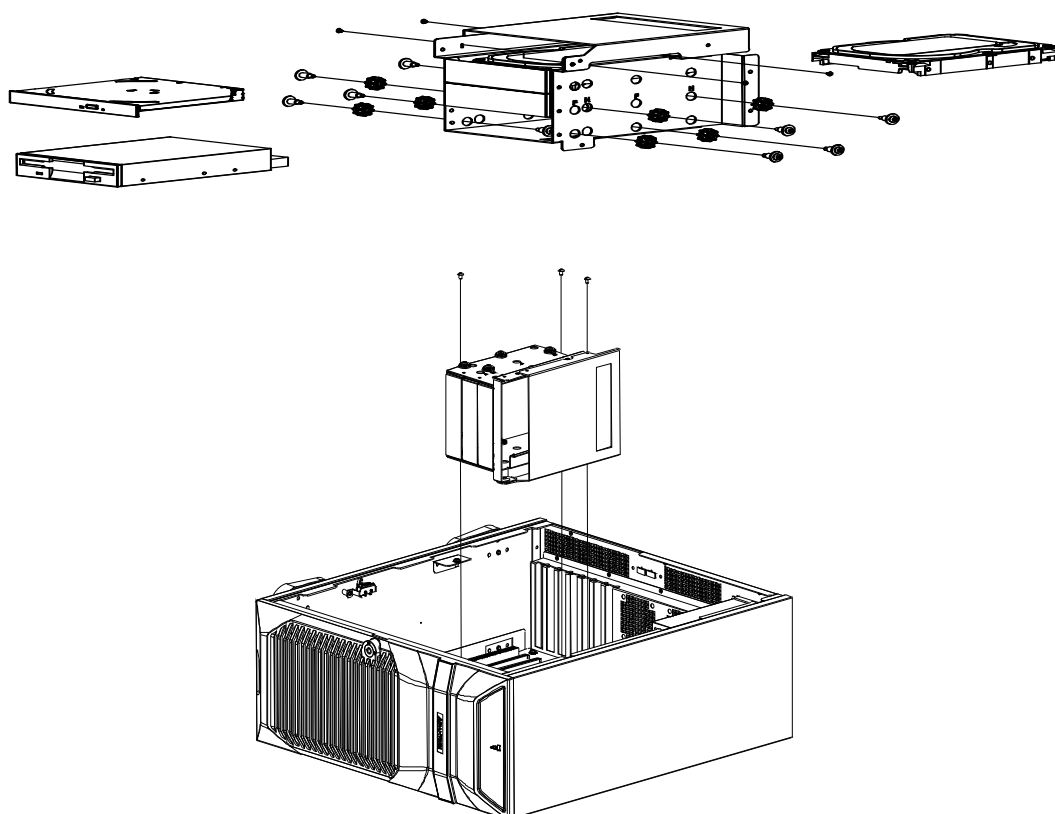

Figure 2.4 Installing the internal HDD / 安裝內置 HDD/ 安裝內置 HDD
1. To install the 3.5" internal HDD, simply release the screws on top of the disk drive bracket. (see Figure 2.4)
1. 安装 3.5" 内置 HDD 时，只需卸下磁盘驱动支架上的螺丝（如图 2.4 所示）。
1. 安装 3.5" 内置 HDD 时，只需卸下磁片驱动支架上的螺丝（如图 2.4 所示）。